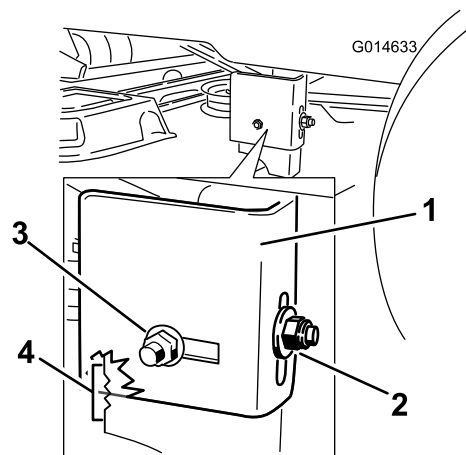

Figure 50
7. Passez au côté gauche de la machine. Vérifiez si le boulon de carrosserie latéral est dans la position fixe ou dans l'ouverture allongée (Figure 50).
8. S'il est dans la position fixe, déposez le boulon de carrosserie latéral et l'écrou de blocage latéral de la position fixe et installez-les dans l'ouverture allongée (Figure 50).
9. Desserrez l'écrou de blocage arrière sur le support (Figure 50).